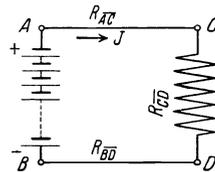

Abb. 8. Schaltung zu Aufgabe 50.
50. An den Klemmen A und B (Abb. 8) einer Batterie von mehreren hintereinandergeschalteten Elementen herrscht eine Spannung von 65 [110] V. Durch den Nutzwiderstand R_{CD} fließen 20 [30] A. Welche Spannung besteht zwischen den Punkten C und D , wenn jeder der beiden Zuleitungsdrähte R_{AC} und R_{BD} $0,5$ [0,3] Ω Widerstand besitzt?
51. Der Nutzwiderstand R_{CD} (Abb. 8) besteht aus einer Anzahl von Lampen, durch die 15 [12] A fließen. Die Widerstände der Zuleitungen \overline{AC} und \overline{BD} betragen zusammen $0,2$ [0,3] Ω . Welche Spannung herrscht zwischen C und D , wenn die Klemmenspannung der Stromquelle 67 [113,6] V beträgt?
52. Fünf Bunsenelemente (Abb. 8) von je $1,8$ [1,85] V EMK und $0,2$ [0,25] Ω innerem Widerstande sind hintereinandergeschaltet. Der äußere Stromkreis besteht aus den beiden Zuleitungsdrähten \overline{AC} und \overline{BD} von je $0,08$ [0,05] Ω und dem Nutzwiderstande \overline{CD} (parallelgeschaltete Glühlampen) von 3 [4,5] Ω .